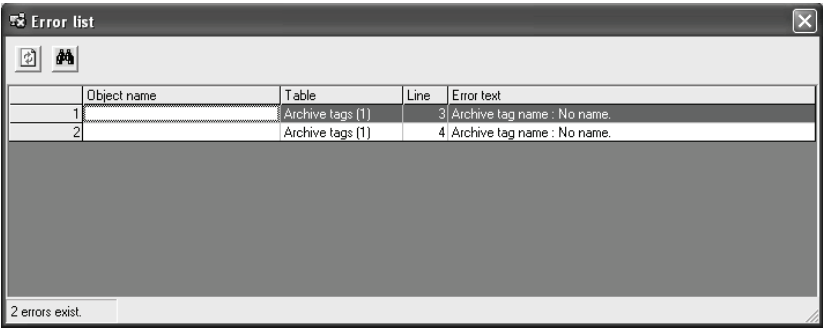

图 16-15 归档检测结果
9) 显示测试结果，如图 16-15 所示。如果发现错误，会提示用户是否应显示错误列表。单击“Yes”按钮来确认提示，打开一个对话框，包含错误对象的列表和相应的错误原因，通过双击列表中的一个条目，系统直接跳至 Excel 表格中的错误对象，清除所有发现的错误并再次执行测试，直到无错误为止。